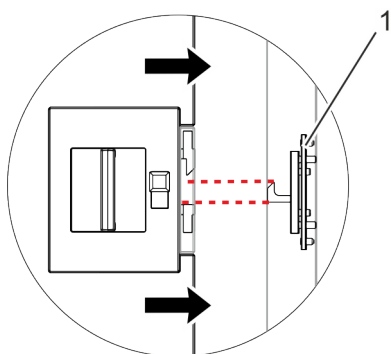

Abb. 10: Türschloss offen
2. ➤ Befestigungsschrauben am Trägerblech des Gegenhakens (Abb. 10/1) lösen.